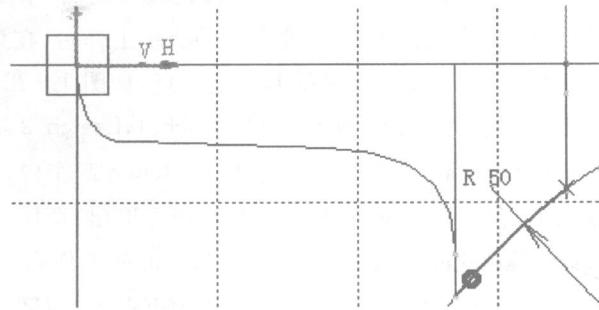

图 1-24 建立 Sketch. 6(草图 6)
⑩ 选取 YZ 平面，单击 Sketcher 按钮，可进入 Sketcher 工作台，在该工作台中建立草图，如图 1-24 所示。完成后单击 Exit workbench 按钮可退出“草图”工作台。